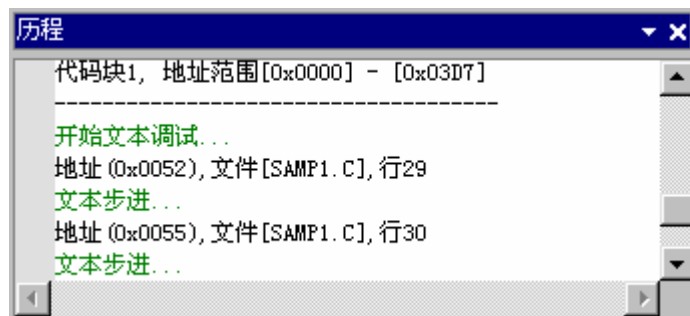

图 3-16
9) **历程窗口**：历程窗口默认在下停靠区右侧，记录显示用户的操作过程。如图 3-16。